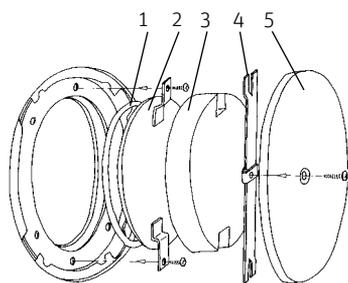
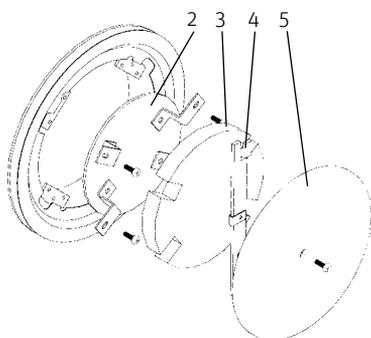

Fig.19 Togliere la copertura, VestoWIN Klassik 170
Fig.21 Togliere la copertura, VestoWIN Klassik 220
- Svitare la flangia cieca [5], Fig. 19 e Fig. 21.
- Rimuovere il listello di fissaggio [4] e l'isolamento [3], Fig. 19 e Fig. 21.
- Allentare 2 o 4 viti per rimuovere il coperchio interno [2] con il cordoncino di guarnizione, Fig. 19 e Fig. 21.